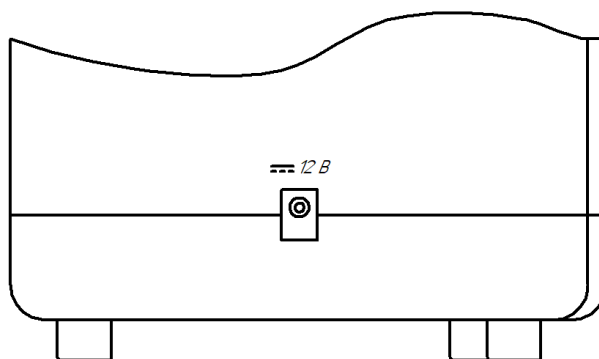

Рисунок 8 - Блок управления отсасывателя ОМП-5/80-02.
2.4.3.2 На боковой стороне блока управления (рис. 8) расположен разъем « \equiv 12 В» для подключения сетевого адаптера питания.